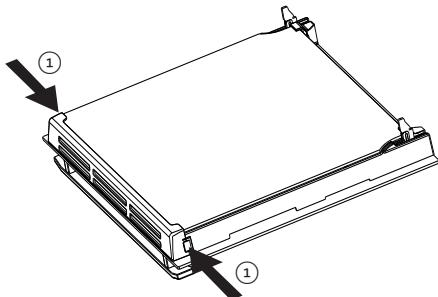

Fig. 10.20
- Premere le lingue di aggancio su entrambi i lati della porta e rimuovere completamente il fermavetro (fig. 10.20, 10.21).